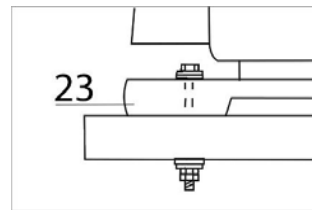

Рис.7
Перед использованием пилы ее необходимо закрепить на ровной устойчивой поверхности при помощи четырех болтовых соединений (не комплектуются) через монтажные отверстия (7) в основании 23. Обязательно используйте при креплении плоскую и пружинную шайбы на каждый болт (не комплектуется). См. Рис. 7.